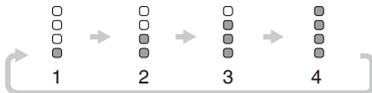

Fig. 18
- (1) Interruptor selector del modo Alto/Bajo (Fig. 18)